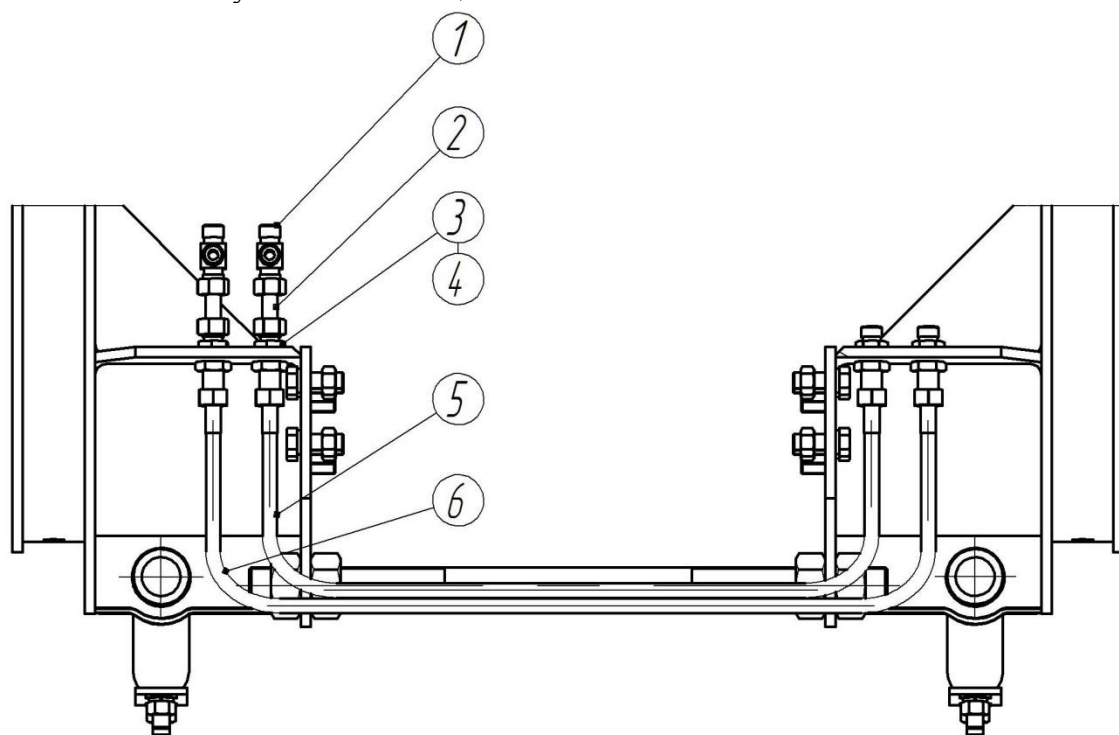

Рис. 4.4 Установка нижних трубопроводов
- 4.8. Установите нижние трубопроводы (поз. 5, 6 на рис. 4.4) на подрамники трактора. Расшифровка обозначений указана в таблице 4.1.